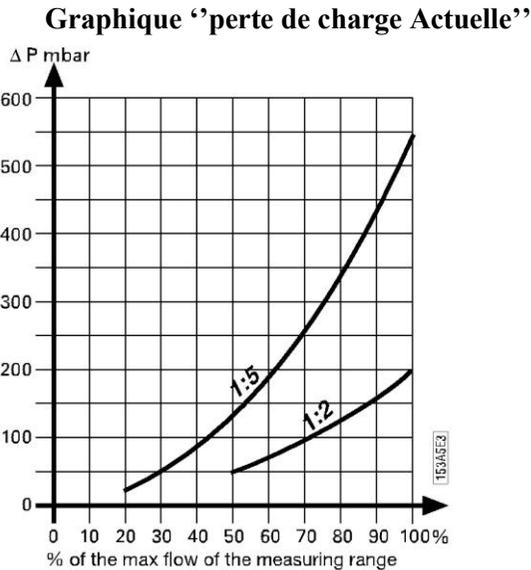

Figure 4
Afin d'utiliser cette valeur β dans la formule ci-dessous, nous devons déterminer la perte de charge actuelle $\Delta\rho(\text{apd})$. Nous pouvons soit utiliser le graphique "Perte de charge Actuelle" (fig. 4) pour obtenir une approximation ou obtenir des valeurs grâce à la formule sous le graphique (4). Si nous utilisons la formule pour calculer $\Delta\rho(\text{apd})$ à 15 l/min nous obtiendrons :
Les pertes de charge du graphique (fig. 4) sont uniquement données à titre indicatif.